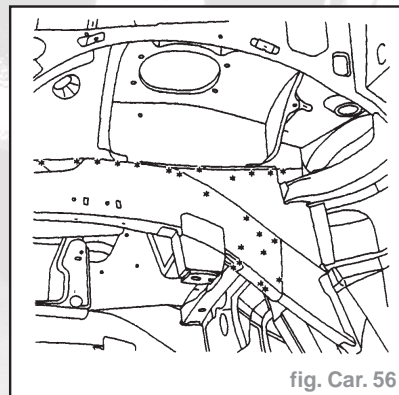

fig. Car. 56
- Dégraffer les points à l'aide d'une fraise de  $\varnothing 8 \text{ mm}$  (fig. Car. 56).